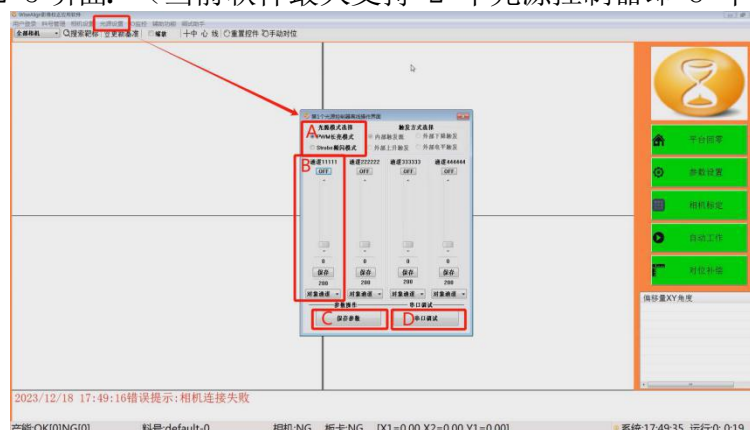

图 2-5
- D. **光源设置:** 当图像效果需要进行光源参数操作时, 点击“光源设置”进入如下图 2-5 界面: (当前软件最大支持 2 个光源控制器即 8 个通道)